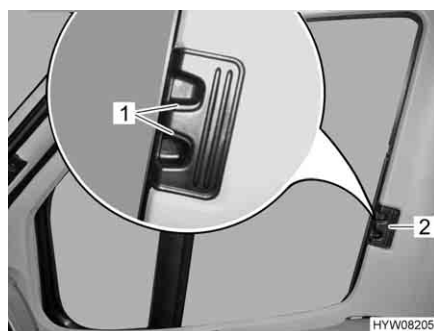

Fig. 32 Tendina oscurante pieghevole per il finestrino del conducente/passaggero
- Comprimere le levette di bloccaggio (Fig. 32,1) e mantenerle in questa posizione.
- Con la levetta (Fig. 32,2) tirare le tendine oscuranti pieghevoli per il finestrino del guidatore e del passeggero verso l'altro lato della finestra e congiungerle alle strisce magnetiche.
- Inserire fino all'arresto le tendine oscuranti pieghevoli per il finestrino del guidatore e del passeggero per la maniglia (Fig. 32,2).
- Rilasciare le levette di bloccaggio (Fig. 32,1) e mantenerle innestate.